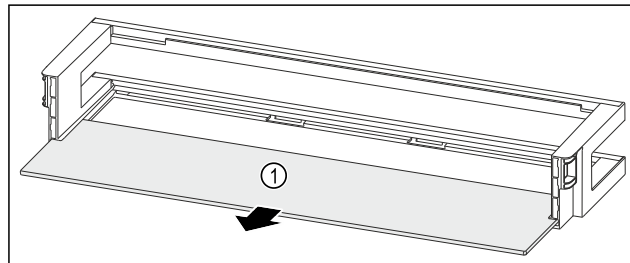

Fig. 82 Türabsteller mit Abstellfläche
- ▶ Abstellfläche Fig. 82 (1) entnehmen.